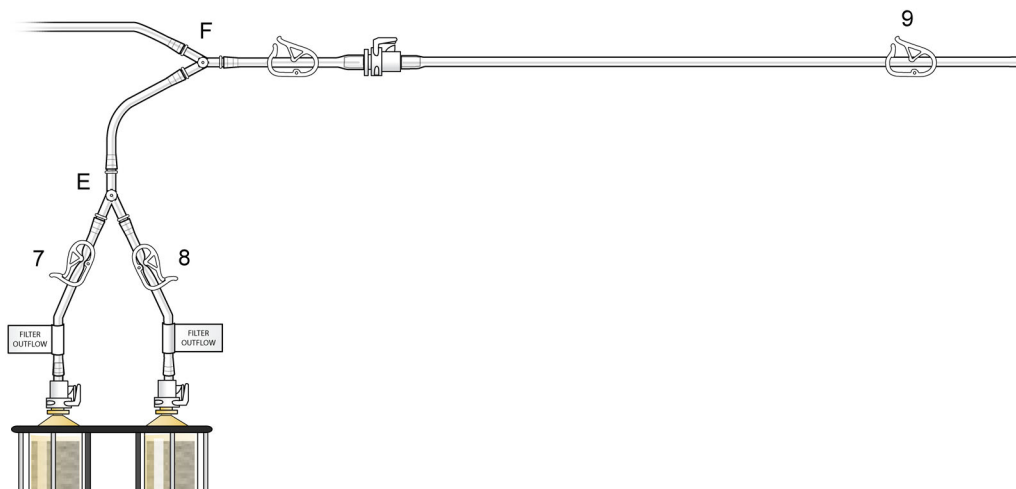

Abbildung 10
- (i) Nehmen Sie den „Vorfüll-/Spülschlauch“ aus dem sterilen Beutel, und schliessen Sie ihn wie in Abbildung 10 gezeigt an das Schnellverbindungsstück an, das sich proximal zu Y-Anschluss „F“ befindet. Platzieren Sie das offene Ende des „Vorfüll-/Spülschlauchs“ in die Schale zum Sammeln der ausfliessenden Flüssigkeit während der Filterhydratation.